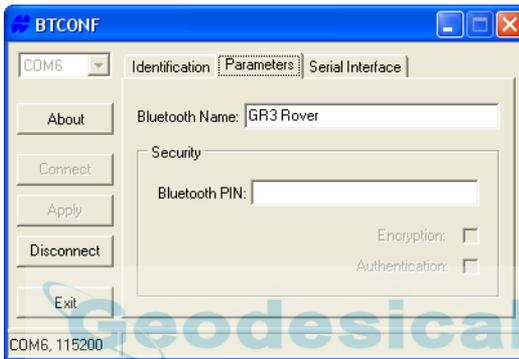

Figura 2-22. Pestaña de Parámetros de BTCONF
- Haga clic en la pestaña **Parameters** (Figura 2-22). La pestaña Parameters define la información de identificación y seguridad de su módulo Bluetooth. La sección de seguridad le permite definir datos de seguridad y los parámetros de acceso no autorizado para el módulo Bluetooth.